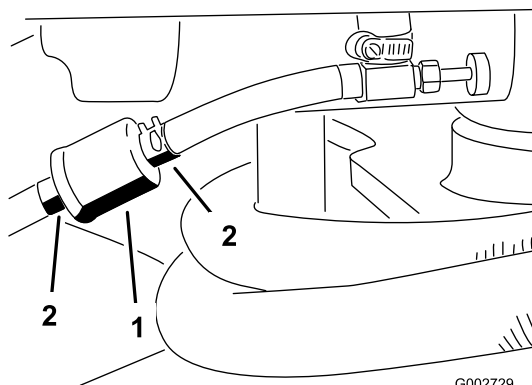

Figure 29
- Fermez le robinet de carburant, desserrez le collier de flexible côté carburateur et débranchez la conduite d'alimentation du filtre (Figure 29).